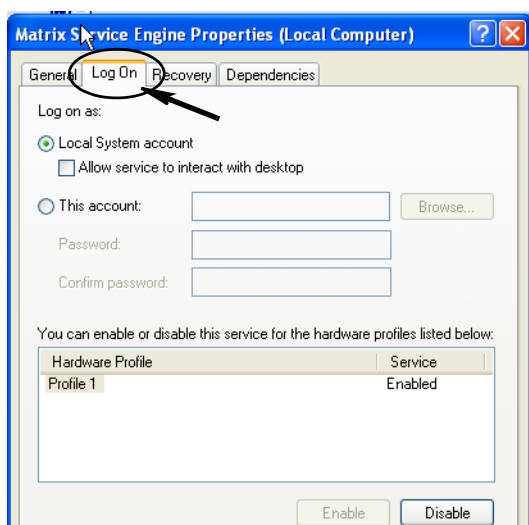

Рис. 38
5. Откройте вкладку «Log On» [Войти] (Рис. 38).